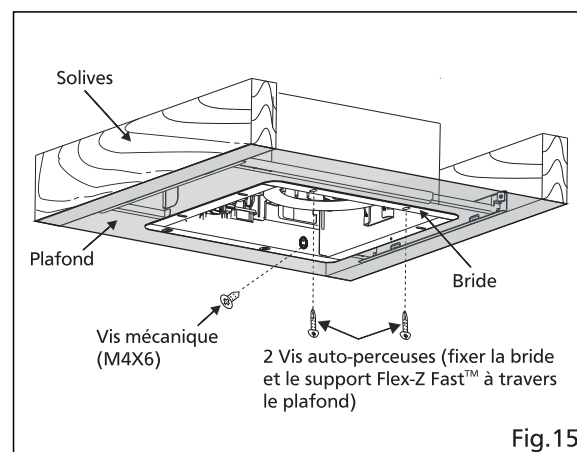

Fig.15
4. Fixer le corps du ventilateur au support Flex-Z Fast™ en utilisant 2 vis auto-perceuses, connecteur au réceptacle et fixer le corps du ventilateur à l'adaptateur à l'aide de vis mécanique (M4X6). (Voir Fig.15)